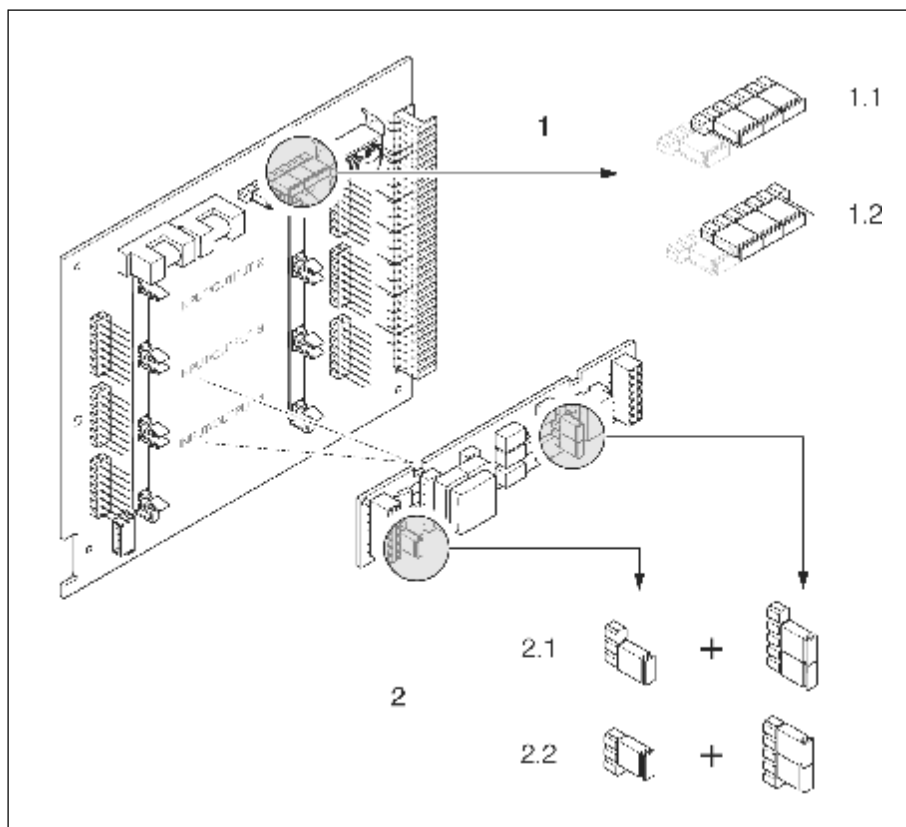

图35：电流输出设置（I/O板）
- 3、根据图35设置跳线位置
- 小心损坏测量仪表。严格按照图35设置跳线位置。跳线位置错误会导致电流过载或者损坏测量仪表或外部连接设备
—小心损坏测量仪表。严格按照图35设置跳线位置。跳线位置错误会导致电流过载或者损坏测量仪表或外部连接设备